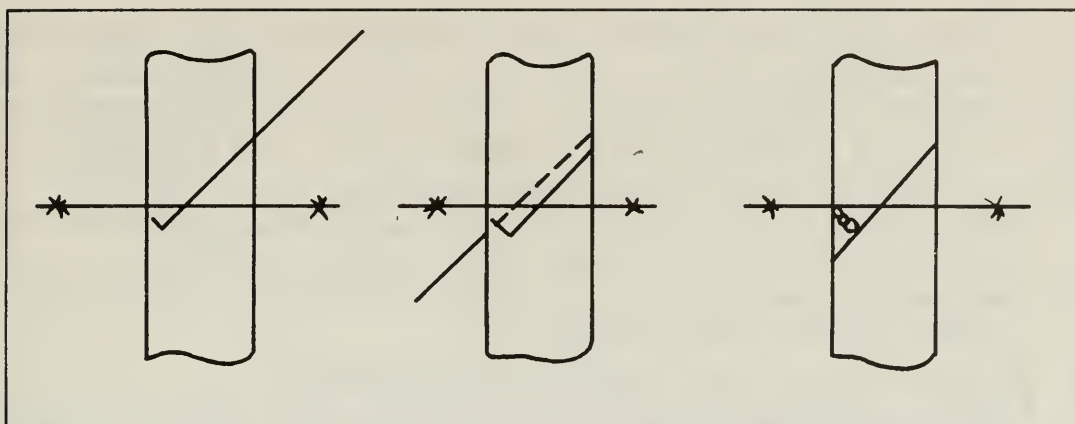

Fig. 41 Enroulement simple pour la fixation des espaceurs.
4. Les noeuds à utiliser lorsque des espaceurs sont attachés avec du fil sont illustrés aux figures 41, 42 et 43.